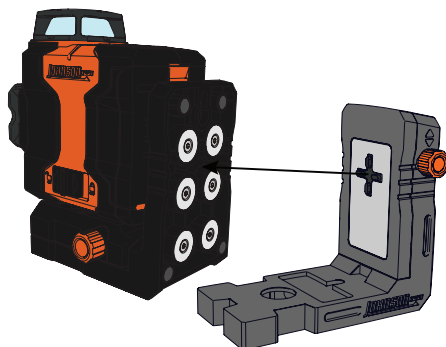

Figura 14
1. Para instalar el accesorio de base opcional en la unidad, coloque los imanes de la unidad en la placa de metal, y asegúrese de que las lengüetas de bloqueo encajen en posición en la parte trasera de la base del láser. (Figura 14)